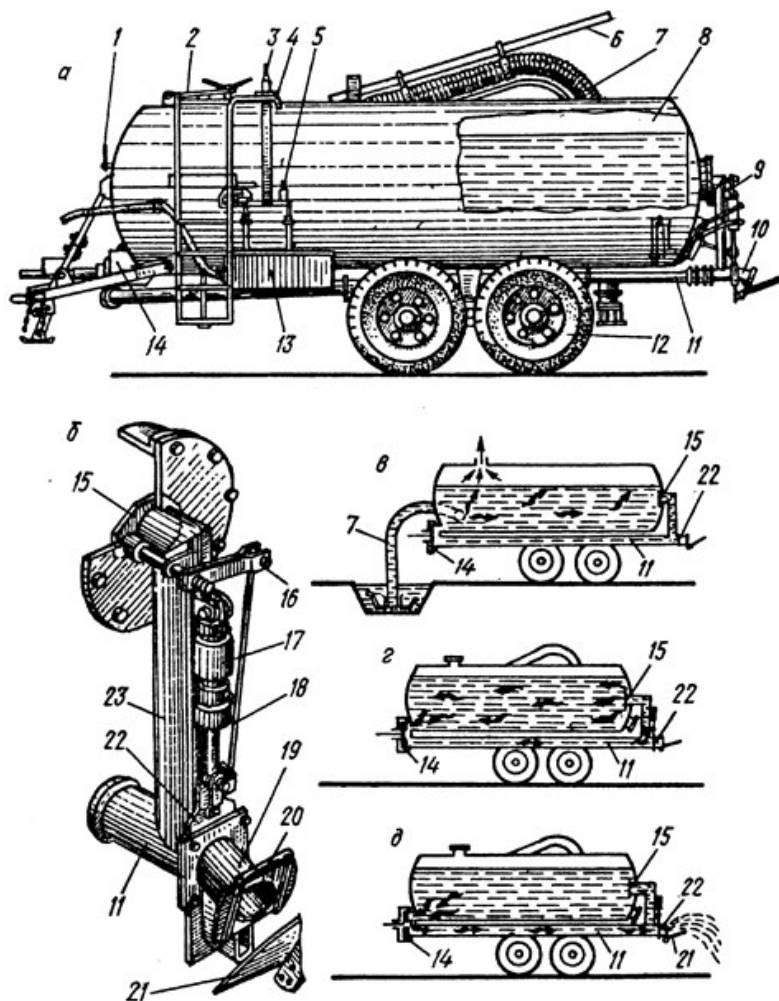

Рис. 2. Машина для внесения жидких органических удобрений МЖТ-10:
**Общее устройство.** Машина состоит из цистерны 8 (рис. 2, а) вместимостью 10,4 м3, центробежного насоса 14, вакуумной установки 13, заправочного рукава 7, смонтированного на поворотной штанге 6, напорного трубопровода 11, переключающего 9 и разливочного 10 устройств, предохранительных вакуумного 5 и жидкостного 4 клапанов и гидросистемы.
Переключающее устройство служит для настройки машины на выполнение различных операций. Оно включает в себя верхнюю заслонку 15 (рис. 2, б), расположенную с внутренней стороны резервуара, нижнюю заслонку 22, гидроцилиндр 17, управляющий обеими заслонками, рычаг 16 и тягу 18, смонтированные на патрубке 23. Последний соединяет напорный трубопровод 11 с внутренней полостью цистерны.
*Самозагрузка.* Перекрывают заслонкой 22 (рис. 2, в) патрубок разливочного устройства, опускают с помощью гидроцилиндра штангу с рукавом 7 в навозохранилище и включают вакуумную установку. В цистерне образуется разрежение до 0,061 МПа, и жидкость через рукав начинает заполнять ее. Как только жидкость, достигнув верхнего уровня, поднимет шар клапана 4 (рис. 2, а) до упора в патрубок вакуумного трубопровода, поступление удобрений прекратится. После заполнения цистерны штангу укладывают в транспортное положение и отключают вакуумную установку.
*Перемешивание.* При закрытии гидроцилиндром заслонки 22 (рис. 2, г) заслонка 15 открывается, соединяя напорный трубопровод 11 центробежного насоса через патрубок 23 с резервуаром.
Жидкость из резервуара самотеком поступает в центробежный насос и нагнетается им по трубопроводу 11 и патрубку 23 (рис. 2, б) в
*Внесение удобрений.* Включают в работу центробежный насос 14 (рис. 2, д), который подает жидкость по трубопроводу в патрубок разливного устройства. Заслонку 22 открывают, заслонка 15 при этом закрывается. Выходя через отверстие в задвижке 20 (рис. 2, б) с большой скоростью, жидкость ударяется в распределительный щиток и веером (шириной 7–12 м) распределяется по поверхности поля.